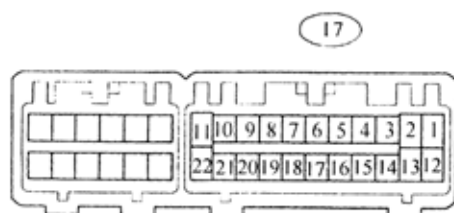

图 9-198
1)断开连接器 T7，检查线束一侧连接器每个端子的电压和导通情况，如图 9-198 所示，标准应符合表 9-81 所示要求。如果结果不符合标准，可能是线束一侧有故障。